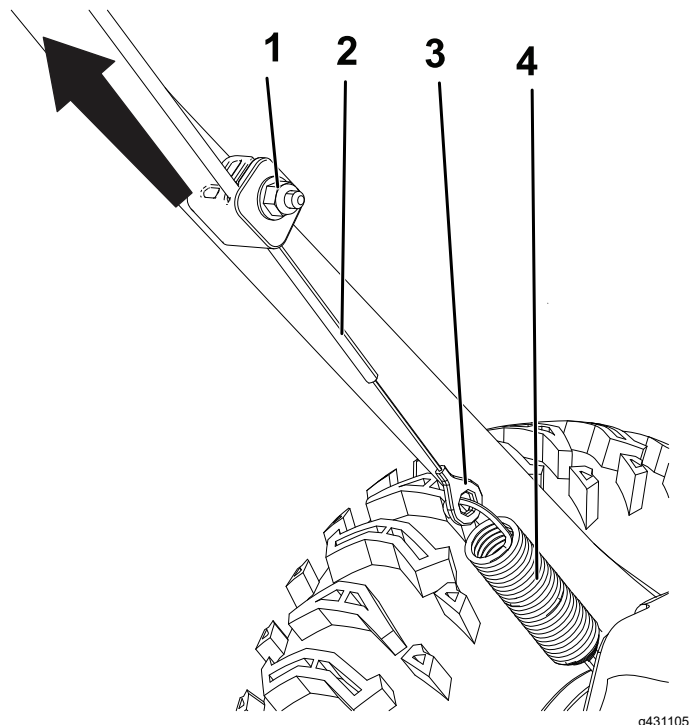

Figura 20
1. Desaperte a porca na braçadeira do cabo inferior, mas não a remova (Figura 20).
2. Puxe o cabo para cima para retirar alguma folga (Figura 20).
3. Segure o cabo no respectivo lugar e aperte a porca (Figura 20).